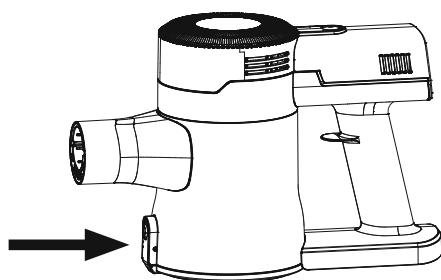

Fig. 5
1) Spegner l'apparecchio. Premere il tasto di sblocco del contenitore per la polvere (8) per aprire il relativo coperchio (7, v. fig. 5).